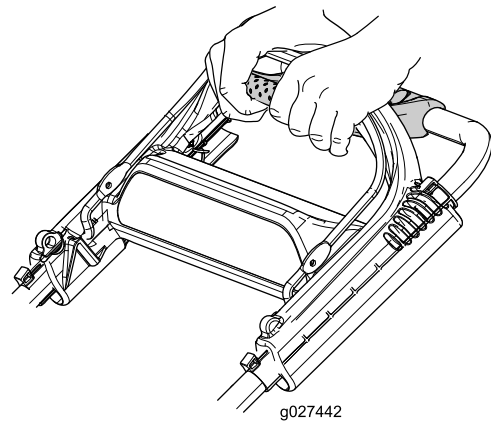

図 21
1. ハンドルを持ったまま指を前へ伸ばして、走行アシストハンドルを握る 図 21。